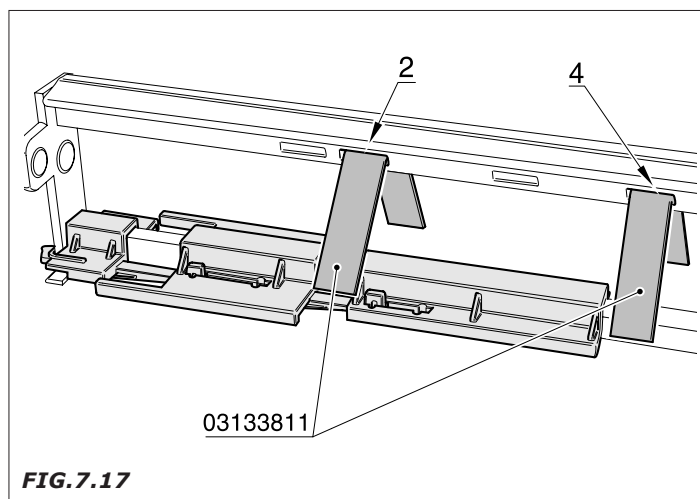

FIG. 7.17
- Introduzcan, según lo indicado en la *Fig. 7.17*, los detalles 03133811 en la segunda (2) y cuarta (4) ranura presentes en el árbol.